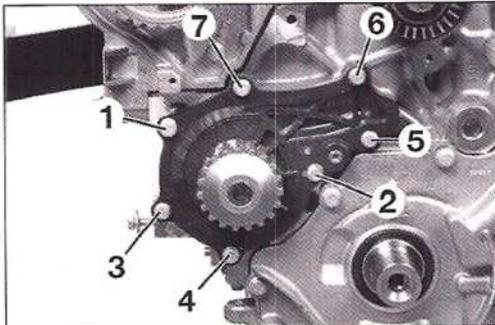

FIG. 35
- Desmontar los siete tornillos de fijación de la bomba de agua y desmontarla (Fig.35).
Al montar, limpiar cuidadosamente los planos de junta de la bomba y del bloque motor con ayuda de un producto decapante. Colocar la bomba de agua provista de una junta nueva en el bloque motor y apretar sus tornillos de fijación en el orden indicado (Fig.35) y al par prescrito. Montar y calar la correa de distribución. Proceder al llenado y a la purga del circuito de refrigeración y comprobar la ausencia de pérdidas con motor en marcha.